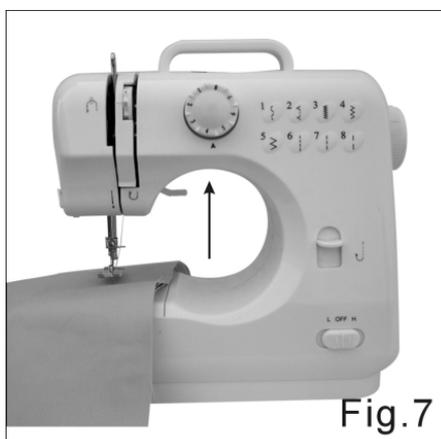

Fig.7
- 1) Vire o volante no sentido anti-horário para levantar a agulha na posição mais alta. Levante o calcador e coloque o tecido a ser costurado sob o calcador (fig. 7);
- 5) Vire o volante para levantar a agulha na posição mais alta. Levante o calcador e puxe o tecido suavemente para fora da máquina (fig. 7);